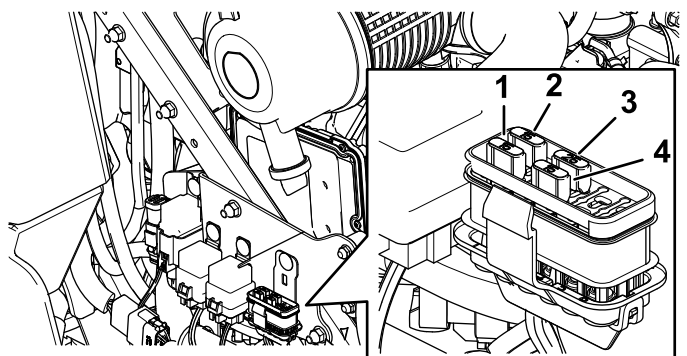

Рисунок 49
3. Установите новый предохранитель (Рисунок 49).